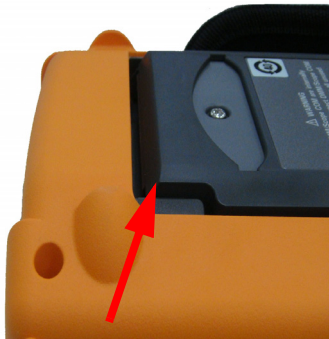

図8-1 矢印の方向に押し込んでスタンドを取り外す
- 2 スタンドの両側の図8-1に示す部分をゆっくりと押し持ち上げます。